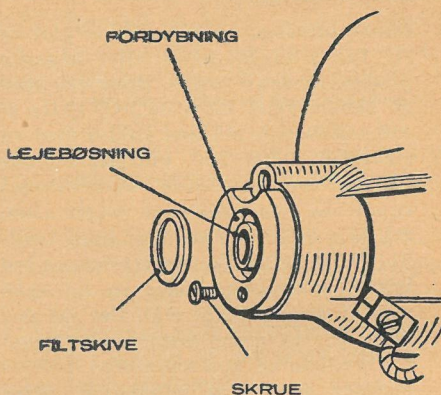

Fig. 8. Endedækslet ved kommutatoren med lejevøsning.
1. Man fjerner skruen, presser bøsningen ud af kommutatorlejet og udtager filtreringen (se fig. 8).